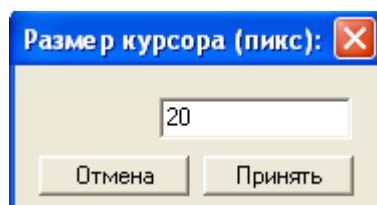

Рис. 3-5. Окно «Размер курсора».
- **Размер курсора.** Этот пункт меню вызывает диалоговое окно задания размера перекрестия курсора в пикселях (Рис. 3-5).